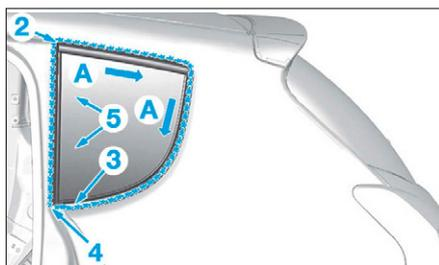

FIG. 9
- Couper le cordon de colle suivant (A) :
- de (2) à (3) à l'aide d'un couteau électrique (Fig.9)
- de (3) à (4) à l'aide d'un couteau électrique,
- de (4) à (2) à l'aide d'un couteau électrique.